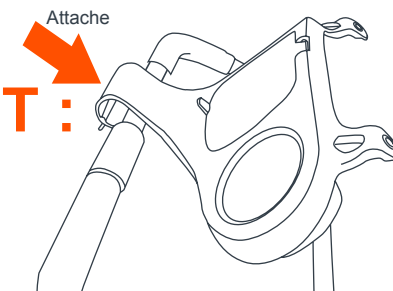

Fig. 7a
- Aligner la partie supérieure de la poignée avec le plateau (Fig. 7a).